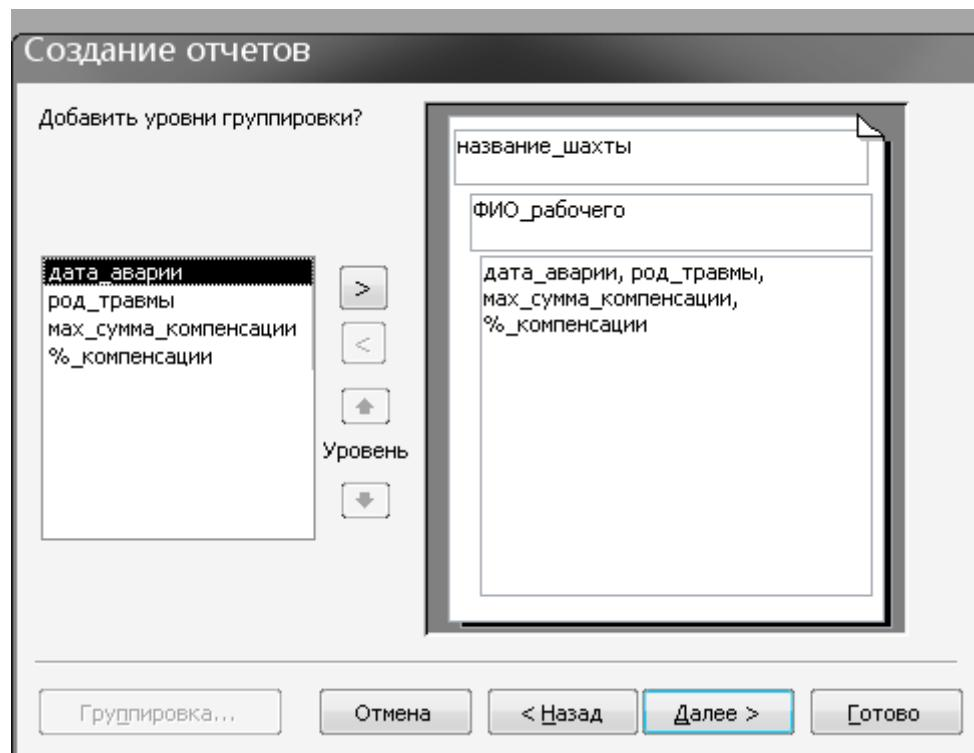

Рис. 2.23
5. З'явиться вікно (рис. 2.23), у якому можна додати рiвнi груповання, а потiм кладнути по кнопцi **Далее**.